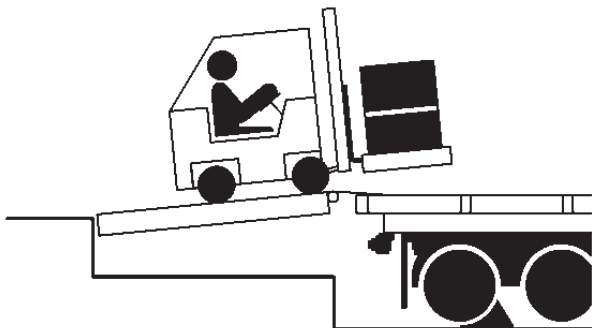

Figura 20
5. Realice la carga o descarga del vehículo de transporte (consulte la Figura 20).